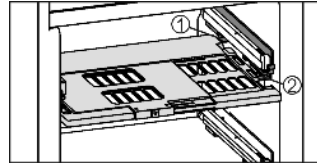

Fig. 8
- ▶ Inserimento della piastra di regolazione dell'umidità: inserire le nervature del coperchio della piastra dal basso nel supporto inferiore Fig. 8 (1) e inserire anteriormente nel supporto Fig. 8 (2).